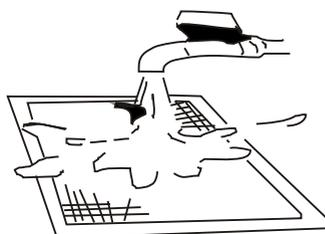

Fig. 2
•O lado da entrada de ar deve ser virada para baixo quando usar água (Fig.2).